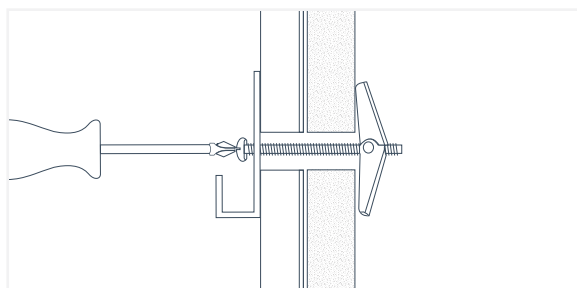

Fig. 54
4. Tire suavemente hacia adelante todo el conjunto hasta que sienta que las alas se agarran contra la parte posterior del panel Wall&CeilingBoard o el material de soporte y luego proceda a apretar el perno hasta que el conjunto esté ajustado a la pared (Fig. 54).